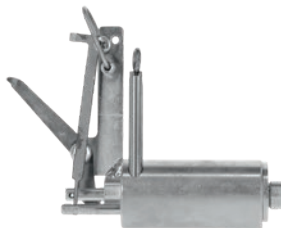

Fig. 12
9. Apparecchio sbloccato (v. fig. 12).
L'apparecchio è stato azionato se la leva si trova nella posizione mostrata in fig. 12.